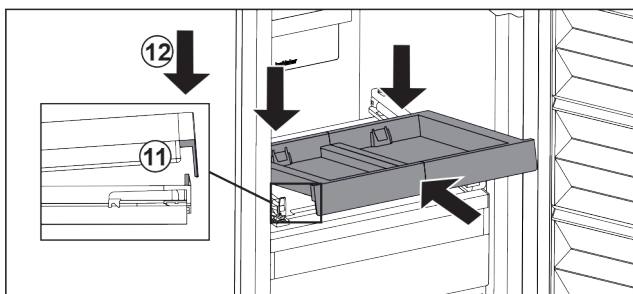

Fig. 38
- Inserire in modo inclinato. Assicuratevi che l'arresto sia dietro la linguetta su entrambi i lati. Fig. 38 (11)
- Abbassare il ripiano estraibile nella parte anteriore. Fig. 38 (12)